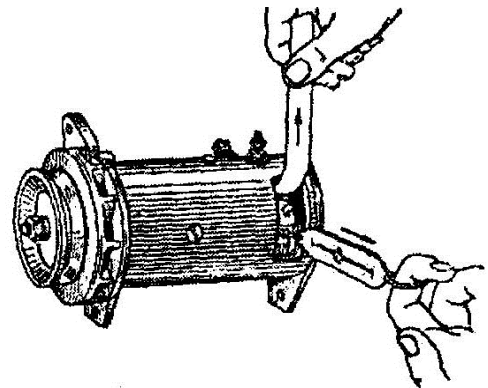

Рис. 5.16. Перевірка зусилля тиску щіток
4. Перевірити стан щіток генератора і легкість їх переміщення в щіткотримачах (рис. 5.16). Продути генератор повітрям і протерти його колектор чистою ганчіркою, злегка змоченою бензином. Перевірити кріплення генератора. При необхідності підтягнути стяжні гвинти корпусу, гайку шківів генератора.
6. Очистити акумуляторну батарею від бруду, прочистити вентиляційні отвори. Перевірити стан акумуляторної батареї: рівень, густину електроліту, ступінь зарядженості. При необхідності довести вказані вище параметри до норми (рис. 5.16).